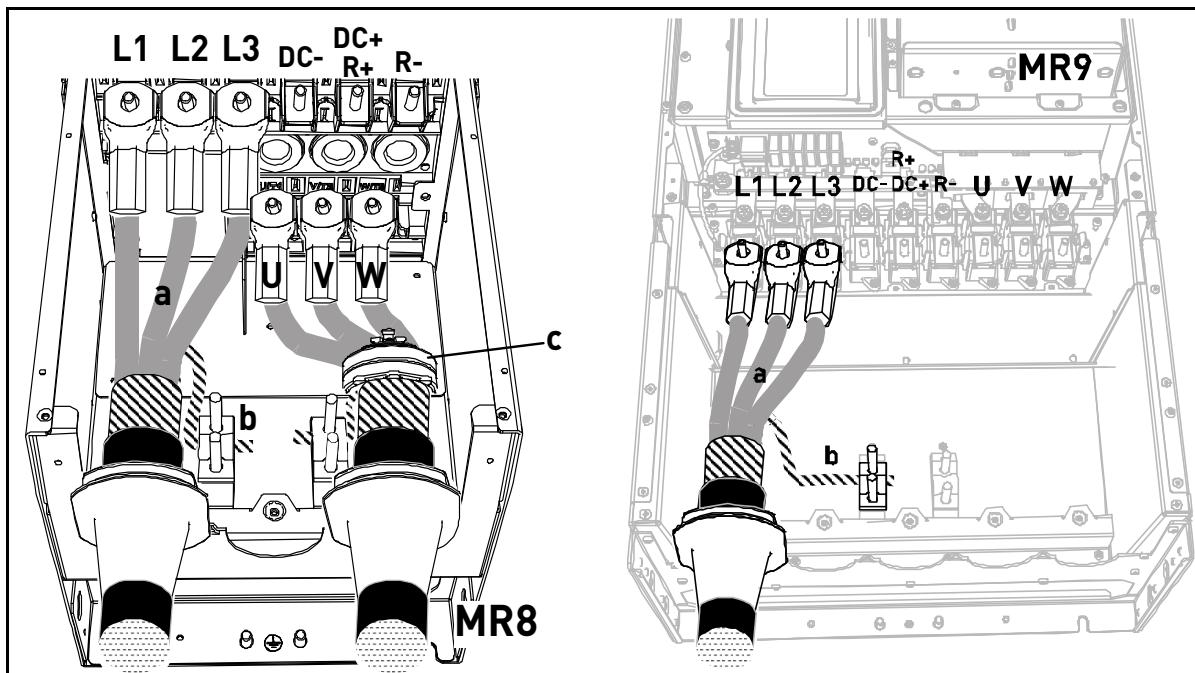

Рисунок 36.
- Оставшиеся части экранов всех кабелей скрутите в "косички" и присоедините к заземлению, как показано на рис. 36 (б), с помощью зажима из пакета с дополнительными принадлежностями.